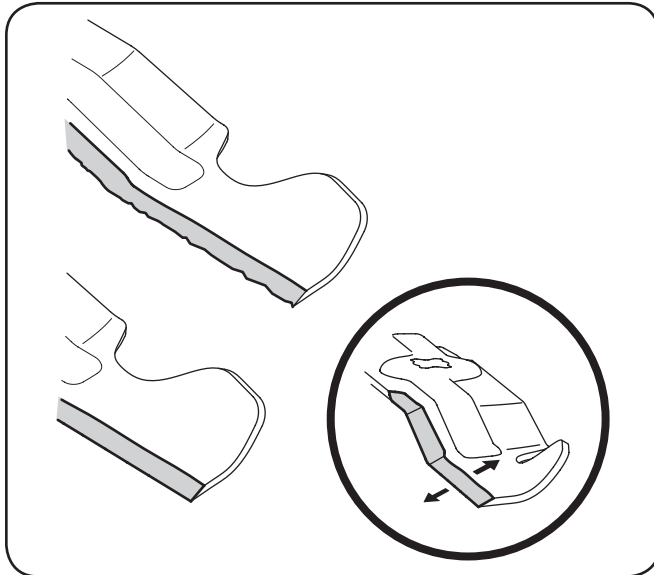

Figura 7-6
4. Para afilar las cuchillas de corte de forma adecuada, extraiga cantidades iguales de metal de ambos extremos de las cuchillas a lo largo de los bordes cortantes, de forma paralela al borde de caída, a un ángulo de 25° a 30°. Afíle siempre cada borde de las cuchillas de corte de forma pareja para mantener un equilibrio adecuado entre las mismas. Vea la Figura 7-6.